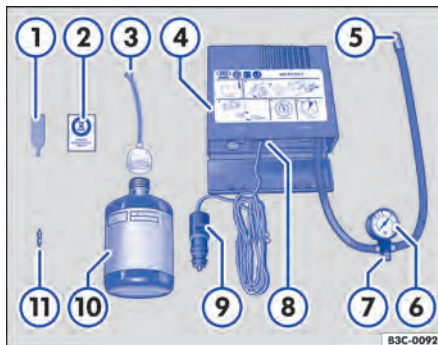

Fig. 300 Representação esquemática: componentes do kit de reparo dos pneus.
O kit de reparo pode estar em diferentes lugares do veículo, por exemplo, em um porta-objetos lateral no compartimento de bagagem ou embaixo do assoalho do compartimento de bagagem. Ele é composto pelos seguintes componentes → Fig. 300:
12. Colar a etiqueta adesiva → Fig. 300 (2) do kit de reparo dos pneus no campo de visão do condutor no painel de instrumentos.
- Com a chave para remoção do elemento da válvula → Fig. 300 (1), desrosquear o elemento da válvula da válvula do pneu e colocá-lo sobre uma superfície limpa.
- Agitar a garrafa para enchimento dos pneus → Fig. 300 (10) algumas vezes com força.
- Rosquear a mangueira de enchimento → Fig. 300 (3) com firmeza no sentido horário sobre a garrafa para enchimento dos pneus. A película na tampa é perfurada automaticamente.
- Remover a vedação da tampa da mangueira de enchimento → Fig. 300 (3) e introduzir a extremidade aberta totalmente na válvula do pneu.
- Rosquear novamente o elemento da válvula com a chave para remoção do elemento da válvula → Fig. 300 (1) na válvula do pneu.
- Rosquear a mangueira de enchimento dos pneus → Fig. 300 (5) do compressor de ar com firmeza na válvula do pneu.
- Verificar se o parafuso de sangria de ar → Fig. 300 (7) está fechado.
- Encaixar o conector do cabo → Fig. 300 (9) em uma tomada 12 V do veículo → Página 198.
- Ligar o compressor de ar com o interruptor LIGA-DESLIGA → Fig. 300 (8).
Reconectar a mangueira de enchimento dos pneus → [Fig. 300 !\[\]\(3211b5d1d968fc1665909b34f9f16010_img.jpg\)](#) e ler a pressão dos pneus no manômetro de pressão dos pneus → [Fig. 300 !\[\]\(d47ad152ec3d86a04ad64c8049e1f17f_img.jpg\)](#).